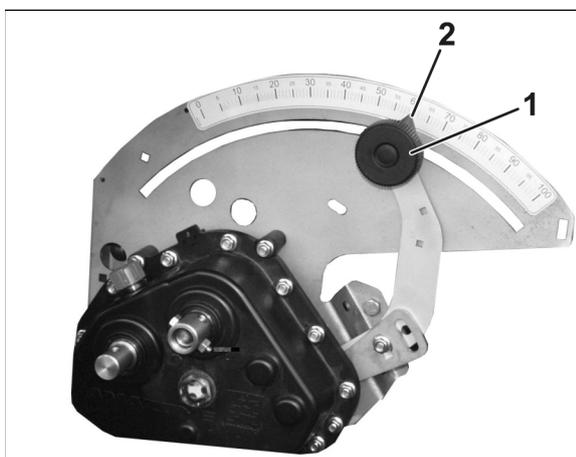

Fig. 86
5. Arretierknopf (Fig. 86/1) des Getriebestellhebels lösen.
6. Zeiger des Getriebestellhebels (Fig. 86/2) auf eine der folgenden Getriebestellungen schieben:
7. Arretierknopf (Fig. 86/1) festziehen.